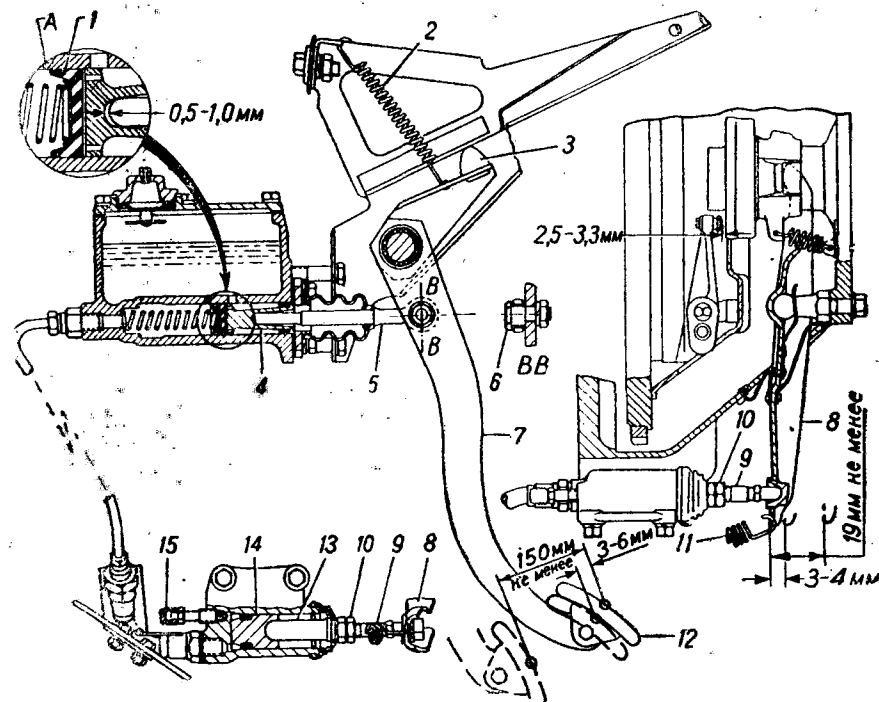

Рис. 46. Привод выключения сцепления.
Привод выключения сцепления (рис. 46) — гидравлический, осуществлен при помощи педали, цилиндров и трубопровода.
1. Отсоедините оттяжную пружину 11 (рис. 46).
Причиной уменьшенного хода вилки может быть перекрытие отверстия *А* (см. рис. 46) набухшей манжетой или из-за засорения.